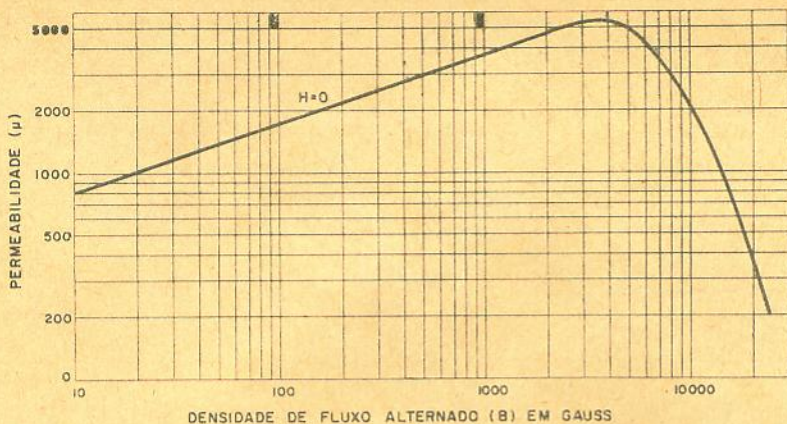

Figura 7
Conforme pode ser visto na figura 7, que mostra a característica de permeabilidade x
e) Entrando-se com o valor B calculado anteriormente na curva da figura 7, encontramos μ 4500 e assim já estamos em condições de calcular a indutância.